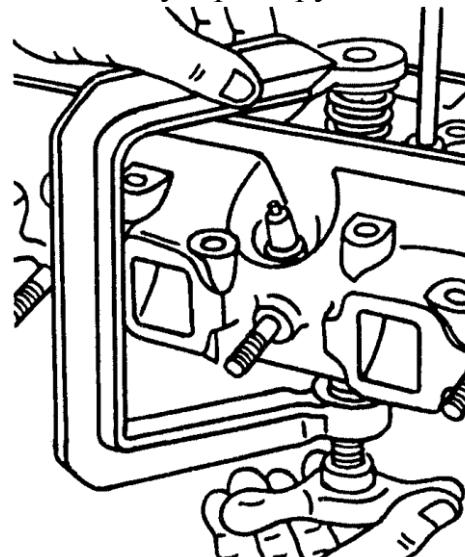

Рис.38. Снятие пружины клапана
30. С помощью съемника снять клапаны (рис.38) и уложить их на стеллажи согласно порядковым номерам. Съемник позволяет осуществлять снятие и установку пружин клапанов на головках цилиндров, как с присоединенными к ним выпускными коллекторами, так и без них. При снятии клапанов необходимо соблюдать осторожность, чтобы не повредить маслоотражательные колпачки. Для облегчения снятия тарелки клапана с сухарем рекомендуется после предварительной затяжки винта съемника слегка ударить рукояткой молотка по съемнику.